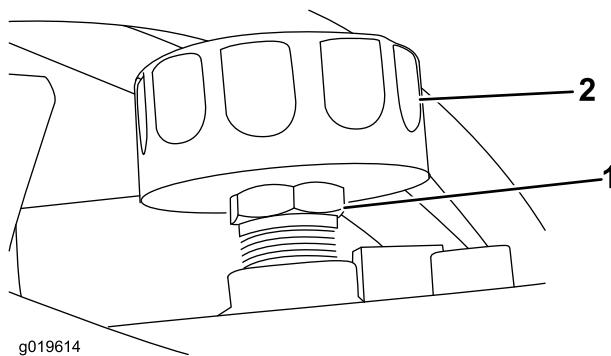

Figura 33
- Retire el tapón de ventilación/llenado del depósito hidráulico (Figura 33).